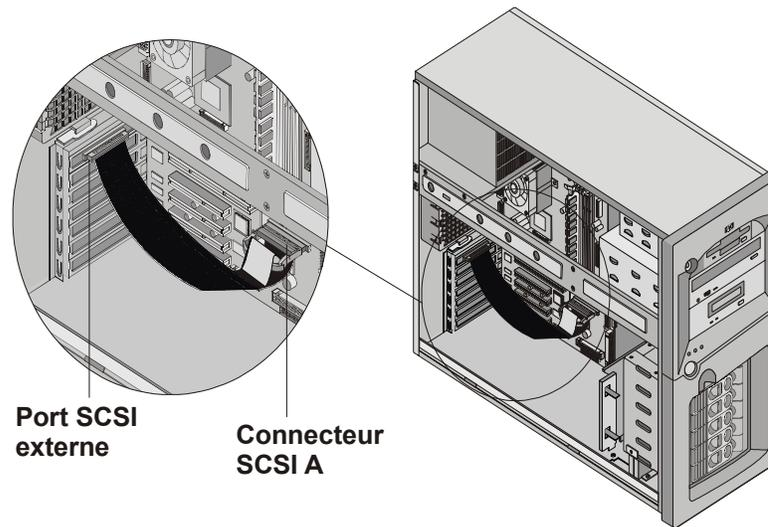

Figure 3-9. Câble SCSI externe
3. Branchez une extrémité du connecteur SCSI libre (canal A) à la carte système. Voir Figure 3-9.